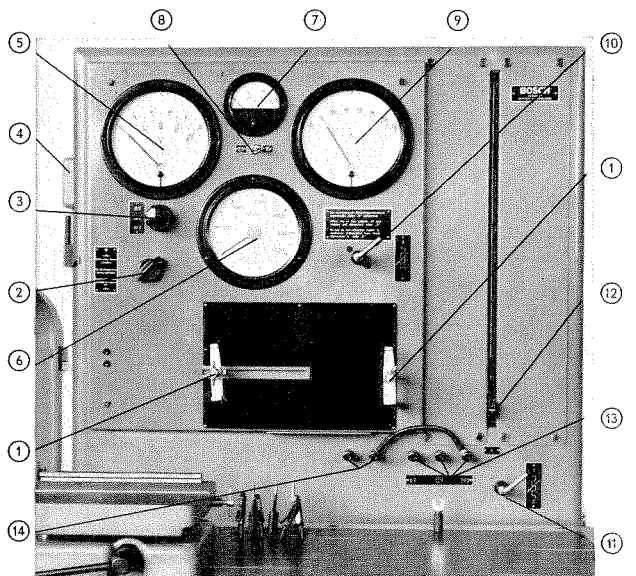
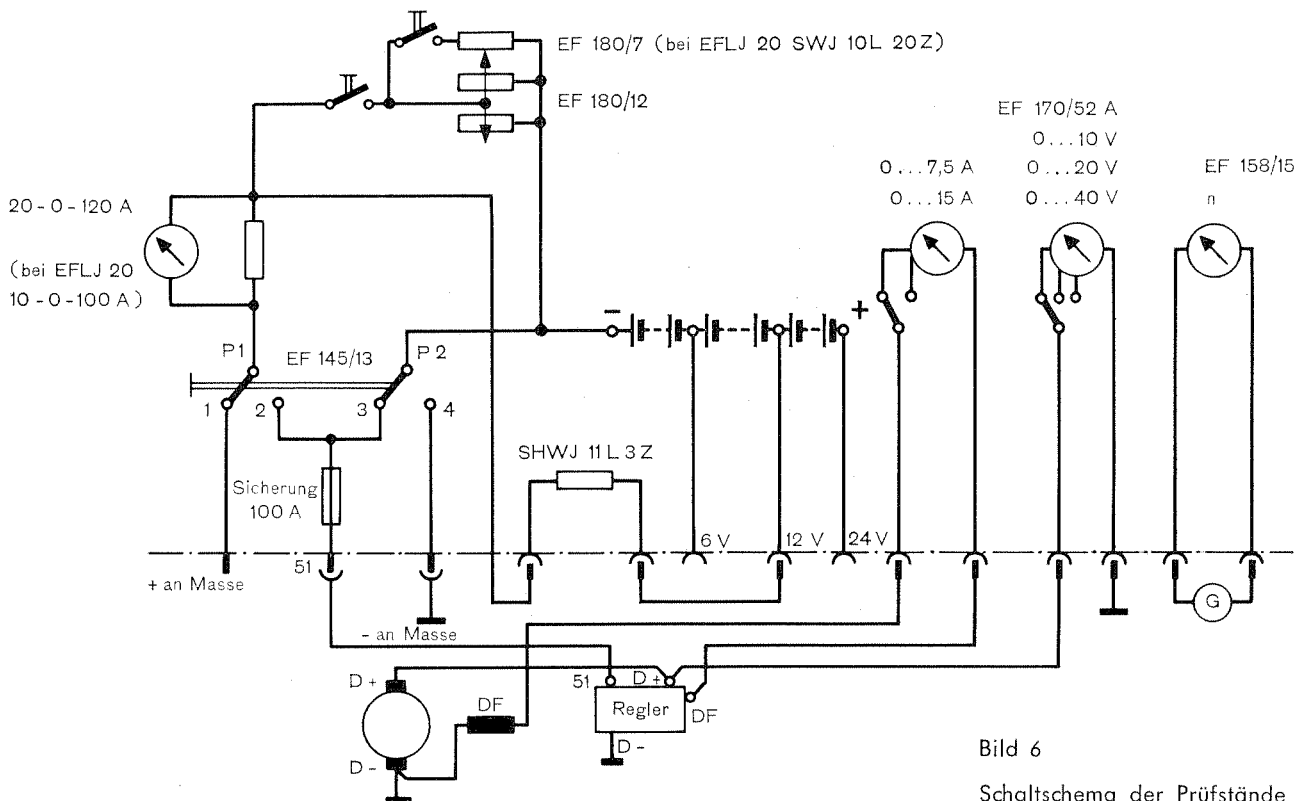

Bild 2 Schaltwand mit Instrumententafel
Bild 6
In die Schaltwand (siehe Bild 2)
- ⑫ Regelbarer Belastungswiderstand mit Schieber für 50 A
- ⑪ Hebelschalter für den festen Belastungswiderstand im Fuße des Tischgestelles
- ⑬ 3 Anschlußklemmen (6 V, 12 V und 24 V) für Batterie-kabel (+ B) bei Prüfungen mit Batterie
- ⑭ 2 Anschlußklemmen zum Zu- und Abschalten des Schutz-widerstandes SHWJ 11L3Z *).
*) Dieser Widerstand ist in die Leitung von B+ eingebaut (siehe Bild 6) und schützt den Belastungswiderstand bei angeschlossener Batterie vor dem Durchbrennen, wenn der Schieber weit nach oben gestellt werden muß. Beim Messen des Rückstromes muß dieser Widerstand natürlich auch abgeschaltet sein.
Diese großen Stromstärken erfordern bei diesen Prüfungen die Zwischenschaltung eines Widerstandes zwischen Kabel „B+“ und der Klemme mit der geforderten Batteriespannung (6 V, 12 oder 24 V). Dieser Widerstand liegt zwischen den beiden unbezeichneten Klemmen links neben den 3 Klemmen „6 V, 12, 24 V“ (siehe Bild 2); er ist auf Bild 6 mit SHWJ 11 L 3 Z bezeichnet und wird mit einem Kabelstück dazwischengeschaltet.